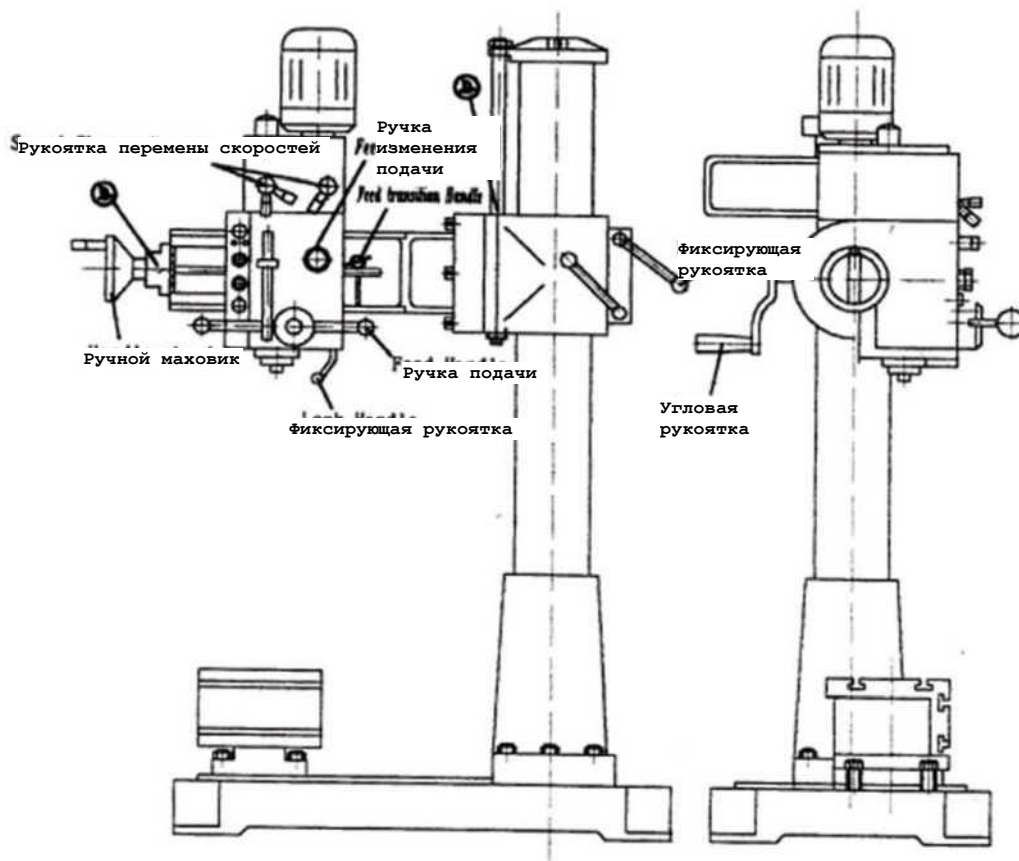
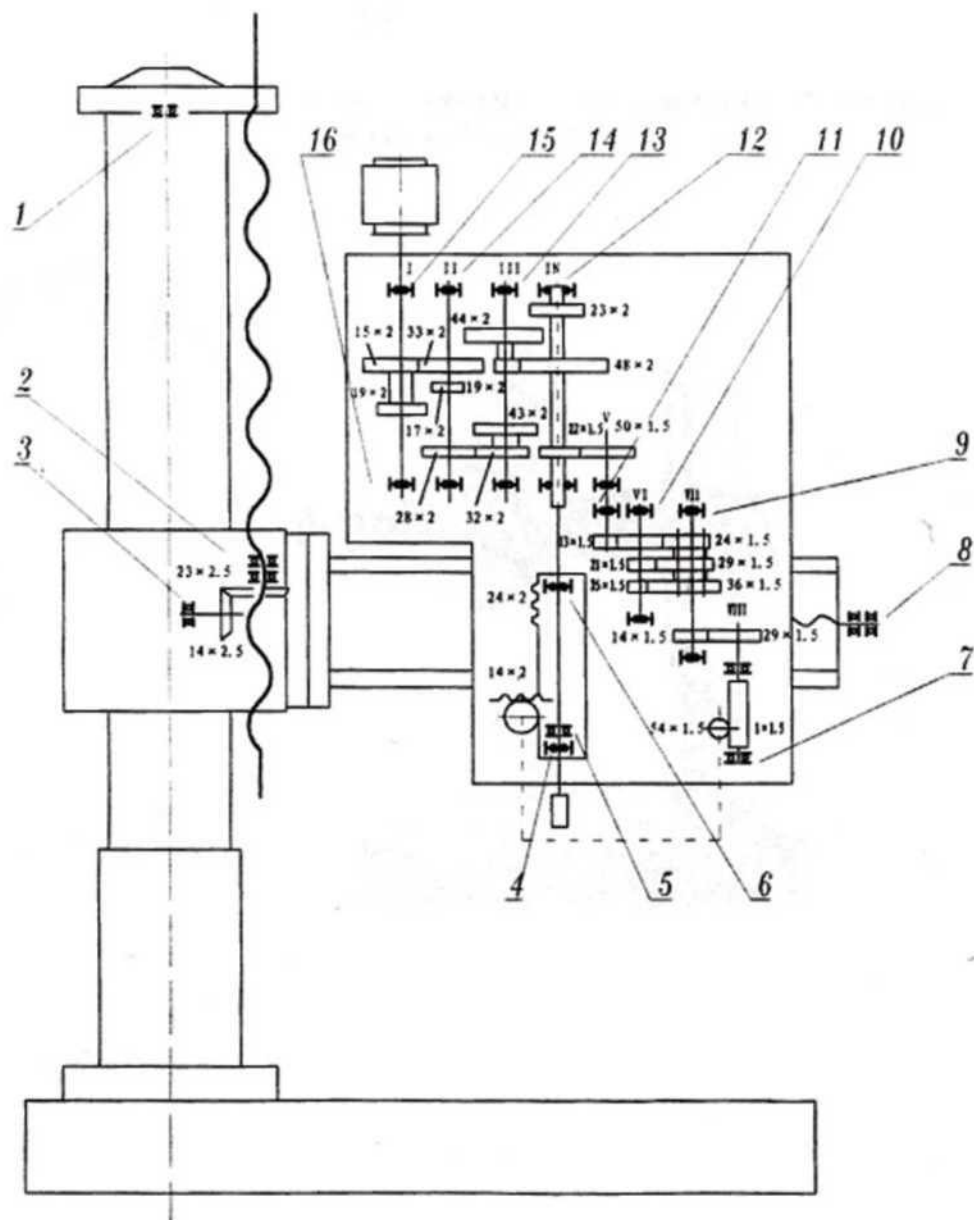

Рис. 2 Рабочая система
Рис. 3 Трансмиссионная система
3.5 Перед работой на станке внимательно прочтите данное руководство. Ознакомьтесь с функциями рукояток (см. Рис. 2).
6.1 Введите смазочное масло в точки смазки (см. Рис. 2). Поверхность качения (?) можно смазывать непосредственно.
7 ПОДШИПНИКИ (См. рис. 3)
9. ВСЕ О ВАШЕМ РАДИАЛЬНОМ СВЕРЛИЛЬНОМ СТАНКЕ (см. Рис. 2 и Рис. 3)